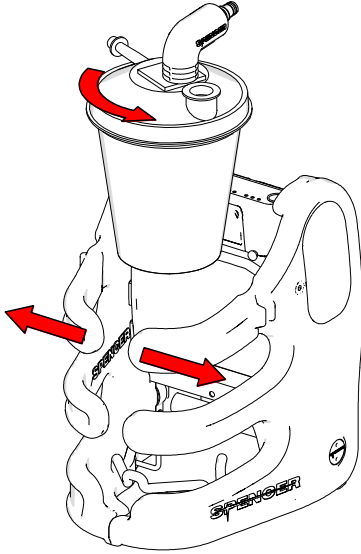

Fig. 6
1. Ligue o conjunto de filtragem ao frasco (n°5 no parágrafo 3.2), colocar o recipiente no seu apoio deformando ligeiramente o corpo na parte superior (fig. 6); verificar que a caixa de suporte de apoio (n° 7 no ponto 3.2) é reduzido e devidamente fixado ao corpo da unidade de sucção.